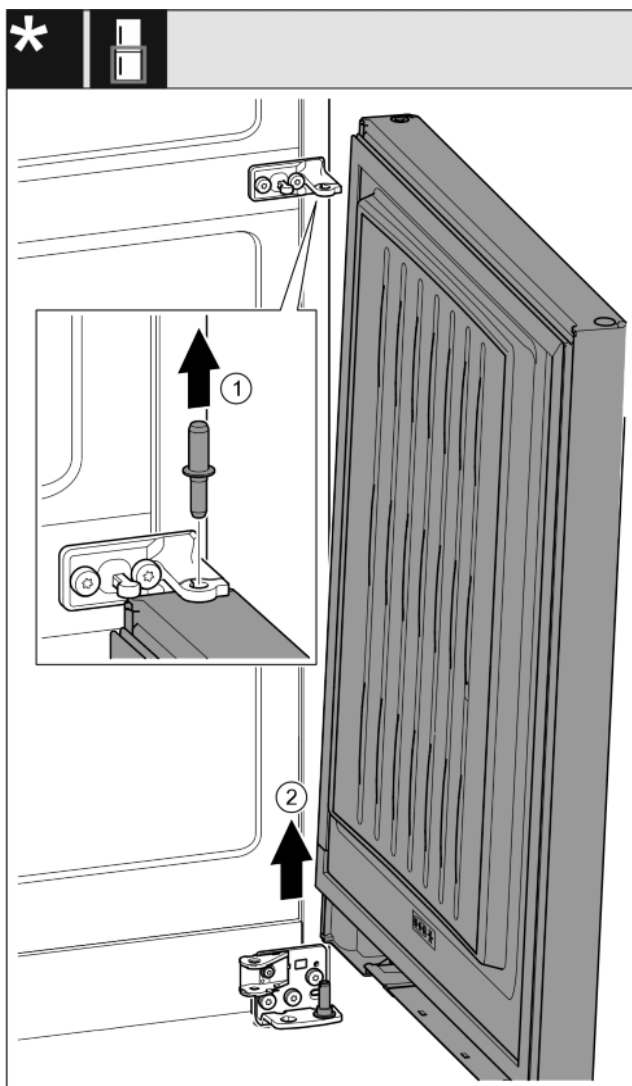

Fig. 19*
- ▶ Bouten vanaf de bovenkant eruit trekken.* *Fig. 19 (1)*
- ▶ Deur naar buiten draaien, naar boven trekken en aan de zijkant stellen.* *Fig. 19 (2)*